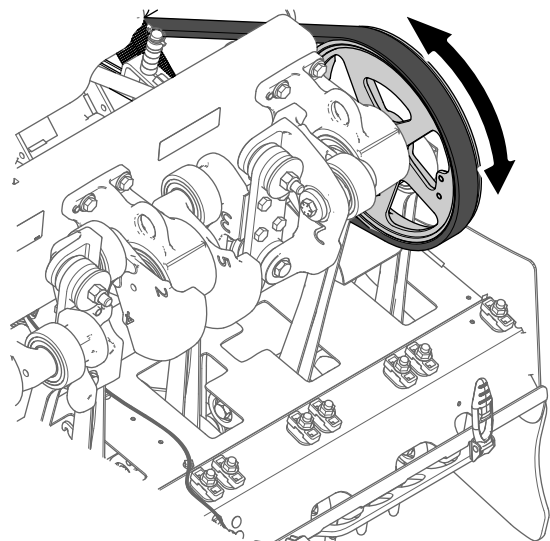
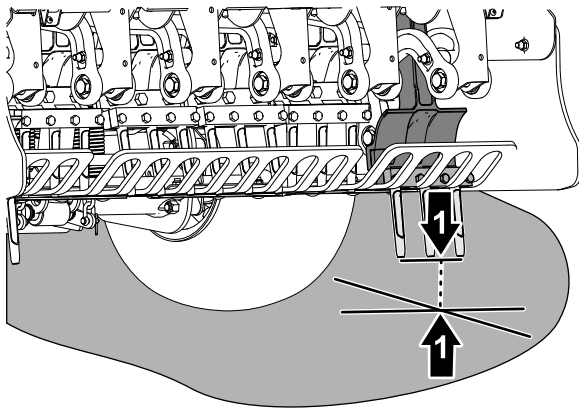

Bild 63
Bild 64
- Drehen Sie die Riemenscheibe des Aerifizierkopfs (Bild 63), bis die äußersten Tines am nächsten zum Boden ausgerichtet sind (Bild 64).